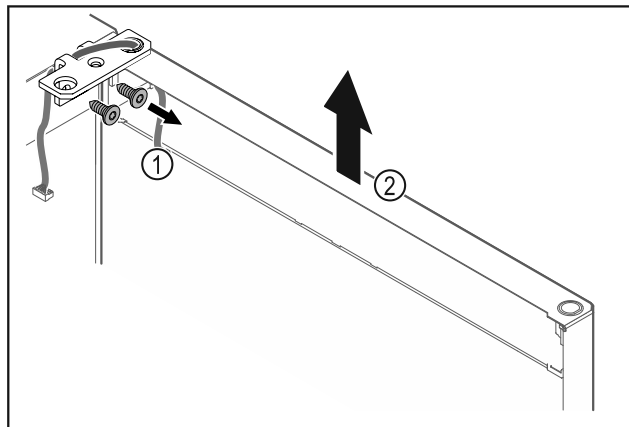

Fig. 18
- ▶ Развийте ъгъла на пантата Fig. 18 (1).
- ▶ Повдигнете вратата заедно с ъгъла на пантата Fig. 18 (2) приблизително 200 mm право нагоре и я свалете.